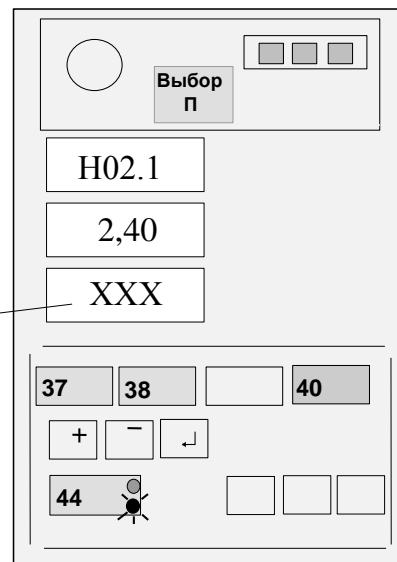

Рисунок 14
Нажимая кнопки "+" (41) и "-" (42), набрать на среднем ИЖЦ значение вылета, указанного в правом столбце таблицы 4 (см. рисунок 14) для установленного значения вылета по рулетке.
Нажать на время 1 с кнопку "J" (40) и, проконтролировав короткий звуковой сигнал, отпустить кнопку (см. рисунок 14).